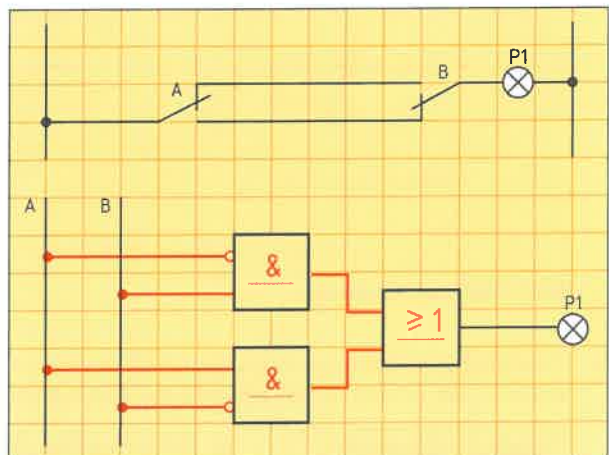

Bild 2: Wechselschaltung
2. Ergänzen Sie die Schaltung der Binärelemente zur Wechselschaltung (Bild 2). Ermitteln Sie die Schaltfunktion zu P1 und vervollständigen Sie die **Tabelle 3**.